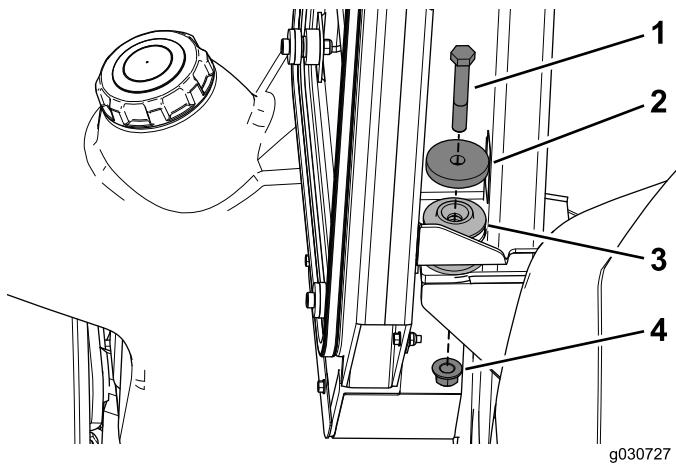

Рисунок 27
- 4. Прикрепите кабину к задним креплениям на машине, используя болт (1/2 x 3-1/4 дюйма), шайбу (2-1/4 дюйма) и контргайку (1/2 дюйма) (Рисунок 27).